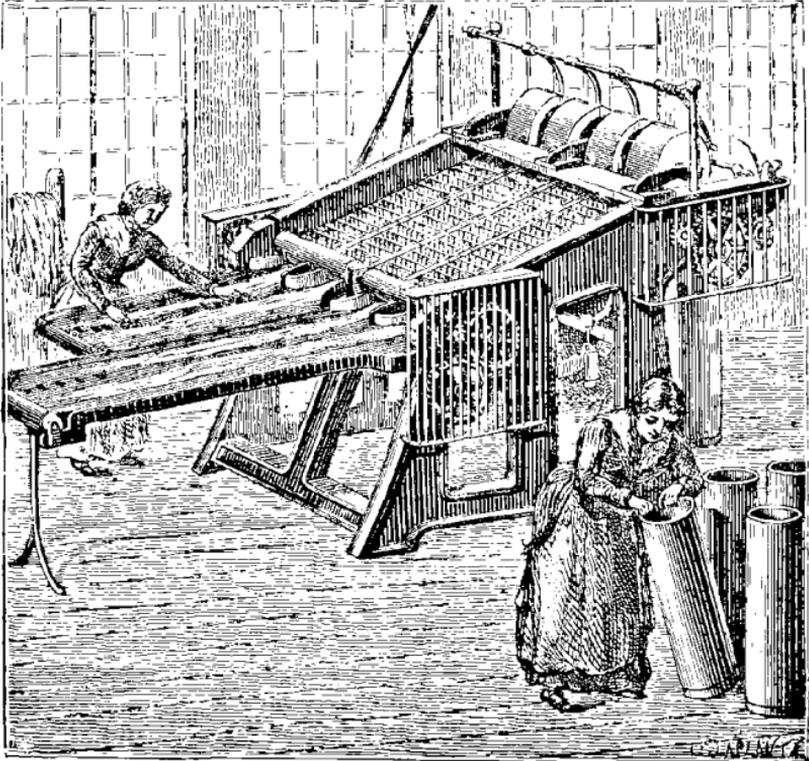

FIG. 101. — Machine à étaler.
**Étalage et doublage.** — La première opération est l'*étalage*, qui se fait à l'aide d'une *machine à étaler* (fig. 101). Elle se compose essentiellement d'une toile se déplaçant d'un mouvement continu sur laquelle l'ouvrière étale les poignées de lin avec une grande régularité, de manière que les bouts de la deuxième poignée correspondent à peu près au milieu de la